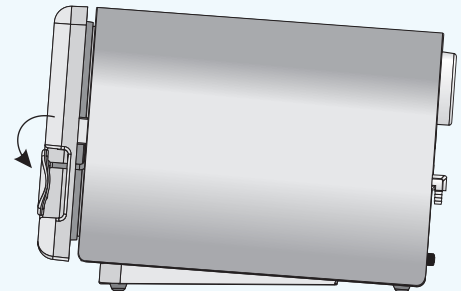

Fig. 17
- 5▶ **FECHO** - Localizado na parte frontal da autoclave (Figs. 4 e 5), é utilizado para abrir, fechar e travar a porta da autoclave (conjunto painel/tampa). Para verificar a posição correta do fechamento consulte as Figs.17 e 18 (Pág. 12).
► Feche a porta da autoclave. Para fechar corretamente, ainda com a autoclave aberta e o fecho totalmente para a esquerda, feche a porta pressionando-a contra a câmara (cuba), mova o fecho totalmente para a direita e depois para baixo até o final do curso, (Figs.17 e 18, pág.12). Para a abertura da autoclave repita o mesmo procedimento de modo inverso.